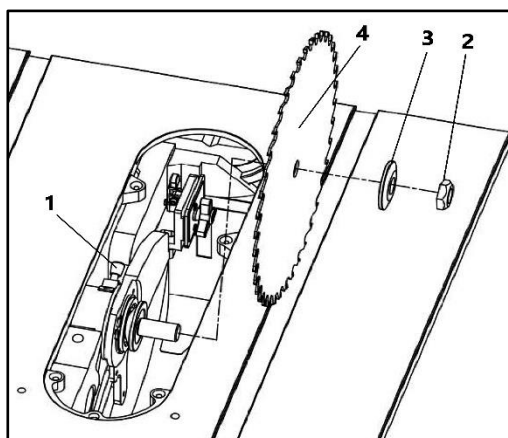

Рисунок 13
- Нажмите на фиксатор 1 и при помощи ключа снимите прижимную гайку 2 и фланец 3 со шпинделя, установите входящий в комплект пильный диск 4, затем установите на место фланец и гайку. Убедитесь, что стрелки и зубья на диске обращены к передней части станка (рис. 13).